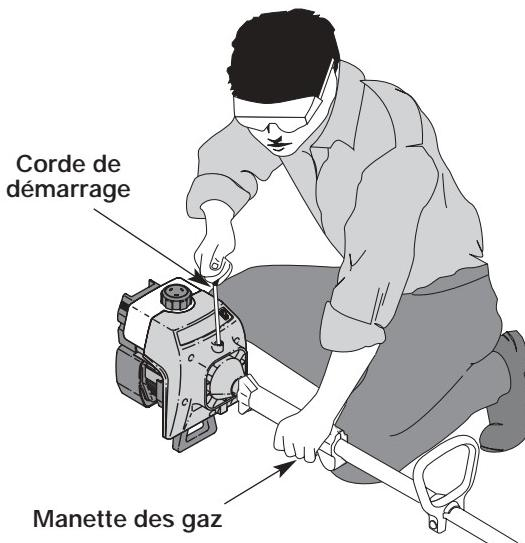

Figure 8
AVERTISSEMENT : évitez tout démarrage accidentel. Tenez-vous en position de démarrage lorsque vous tirez la corde de démarrage (Fig. 8). L'opérateur et l'appareil doivent tous deux être en position stable pour éviter des blessures graves.
5. L'appareil étant prêt à démarrer (Fig. 8), mettez la manette des gaz à pleins gaz. Tirez brusquement sur la corde de démarrage 5 fois de suite, le levier étant en position d'étranglement **MAXIMUM (A |↔|)**. Si le moteur essaie de démarrer avant le cinquième tir, passez à l'étape 6.
7. Tirez brusquement sur la corde de démarrage 1 à 3 fois pour démarrer le moteur (Fig. 8).
1. Relâchez la manette des gaz (Fig. 8). Laissez le moteur se refroidir au ralenti.